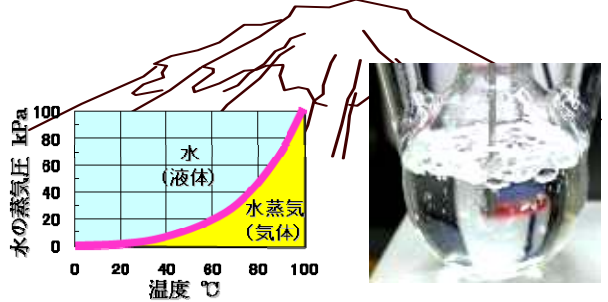

図1 高い山では 100℃以下で沸騰
① **室温で水が沸騰!?** 図1に示すように、水は 100℃で沸騰しますが、高い山では気圧が低いので 100℃以下で沸騰します。したがって、気圧が低ければ、水は室温でも沸騰します。